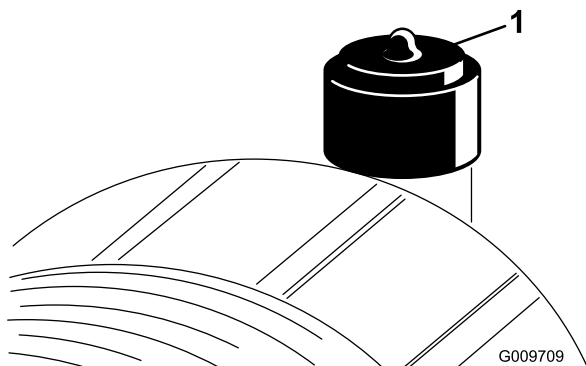

Figure 27
Faites l'entretien du filtre à air uniquement quand l'indicateur de colmatage (Figure 27) indique que cela est nécessaire. Changer le filtre à air prématurément ne fait qu'accroître le risque de contamination du moteur par des impuretés quand le filtre est déposé.
8. Réarmez l'indicateur de colmatage (Figure 27) s'il est rouge.